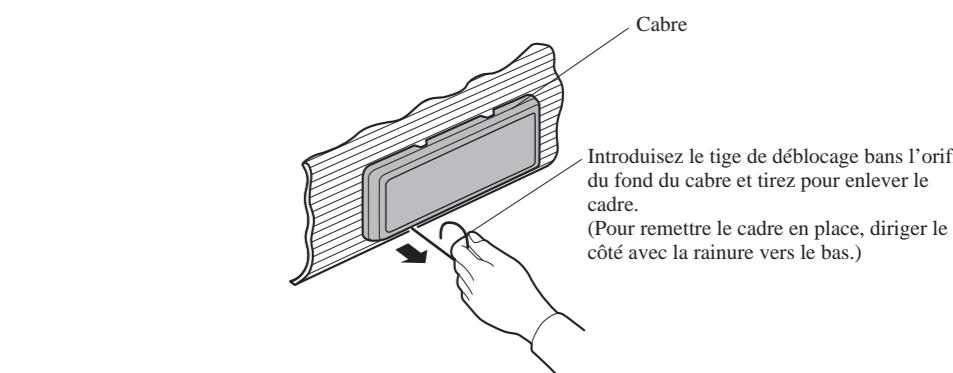
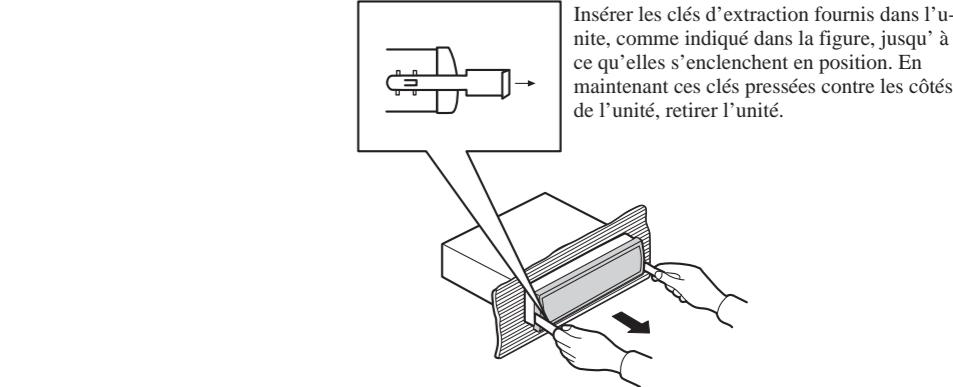

Fig. 6
Fig. 7
**Dépose de l'unité (Fig. 6) (Fig. 7)**